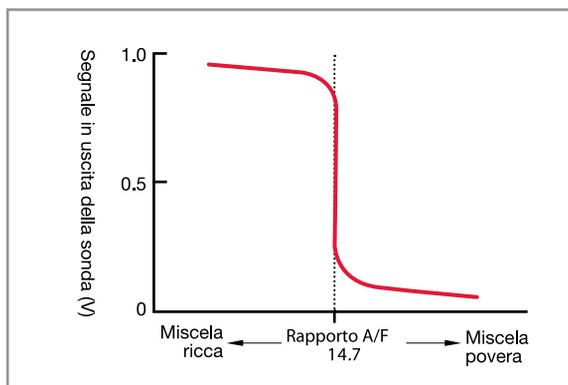

Fig. 6: Segnale in uscita della sonda allo zirconio.
- > Una sonda allo zirconio eroga una piccola tensione (tra 0V e 0,8V circa) passando da valori bassi a valori alti, attorno a un Lambda di 1.00 (Fig 6).